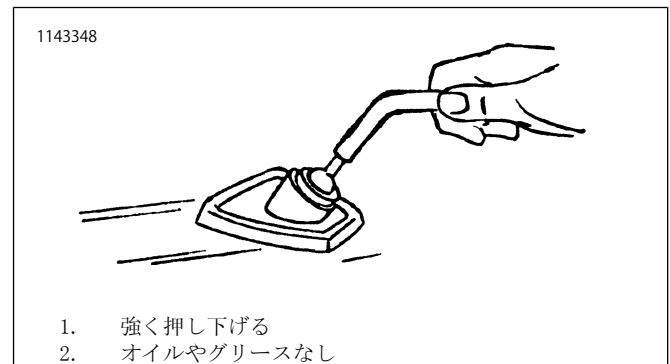

図1. シールドへのアップライト
- 図1を参照してください。非研磨面でフロントガラスをサポートし、各ソケットにアップライトを押し込みます。油、グリース、シリコンは使用しないでください。潤滑剤として水または唾液を使用してください。